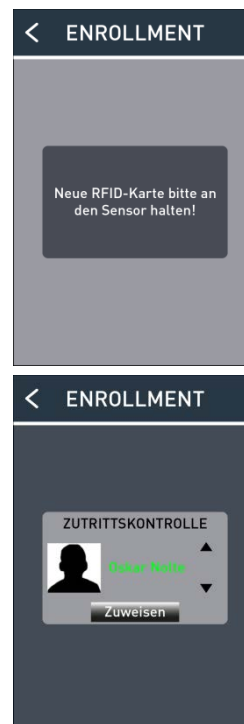

Abb. 25: RFID-Karte zuweisen
- ▶ Wählen Sie aus der Liste *Zutrittskontrolle* einen Kontakt aus und weisen Sie die Karte zu (Abb. 25).